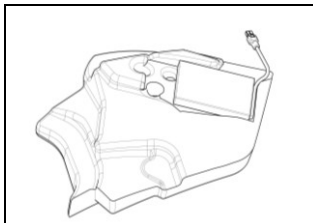

Abb. 13
- Kleben Sie die Batterie auf den Polystyrol-Wangenteil (rechten Teil) in dem dafür bestimmten Bereich (Abb. 13).